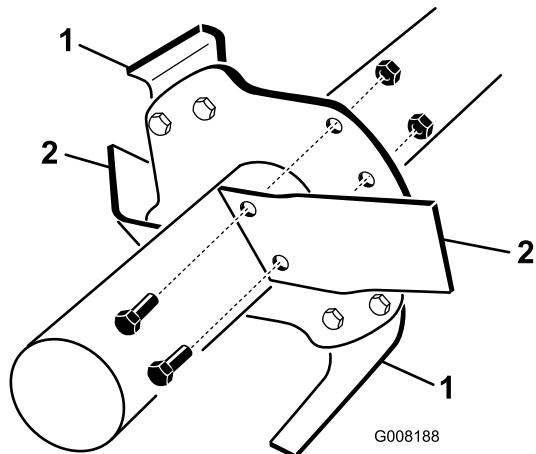

Bild 14
6. Entfernen Sie die alten Tines einzeln und setzen neue ein (Bild 14).